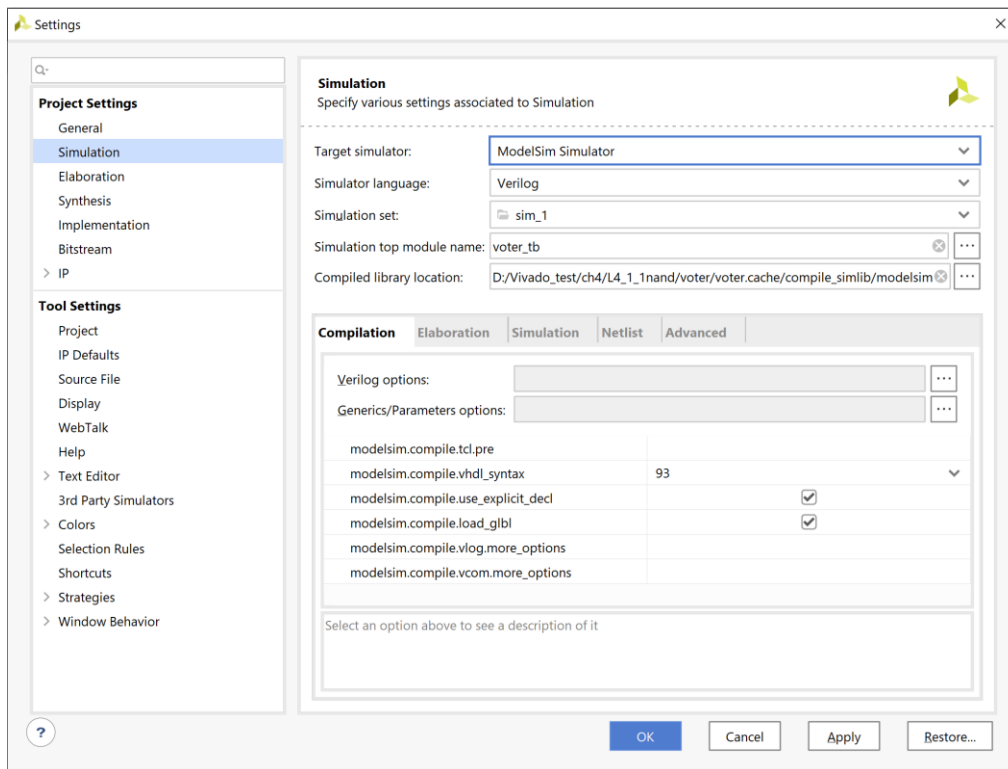

图 4-3 仿真器设置
**仿真器设置。**选择 Flow Navigator->PROJECT MANAGER->Settings; 在弹出的界面, 选中 Simulation, 在 Target simulator:中, 通过下拉按钮选择 ModelSim Simulator;点击 OK。如图 4-3 所示。